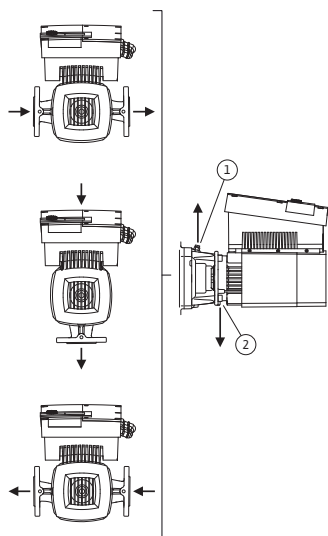

Fig.23: Dopuszczalne pozycje montażowe z poziomym wałem silnika
Dopuszczalne pozycje montażowe z poziomym wałem silnika i modułem elektronicznym skierowanym w górę (0°) są przedstawione na rys. 23. Nie przedstawiono dopuszczalnych pozycji montażowych z modułem elektronicznym zamontowanym z boku ($\pm 90^\circ$). Dozwolone jest każde położenie montażowe, z wyjątkiem montażu „moduł elektroniczny skierowany w dół” (-180°). Odpowietrzanie pompy jest zapewnione tylko wtedy, gdy zawór odpowietrzający jest skierowany w górę (rys. 23, poz. 1).
Tylko w tej pozycji (0°) spływający kondensat może być odprowadzany przez odpowiedni otwór, latarnię pompy oraz silnik (rys. 23, poz. 2).
- Przy poziomym wale silnika otwór na kondensat musi być skierowany w dół (rys. 23, poz. 2). W razie potrzeby odpowiednio obrócić silnik.